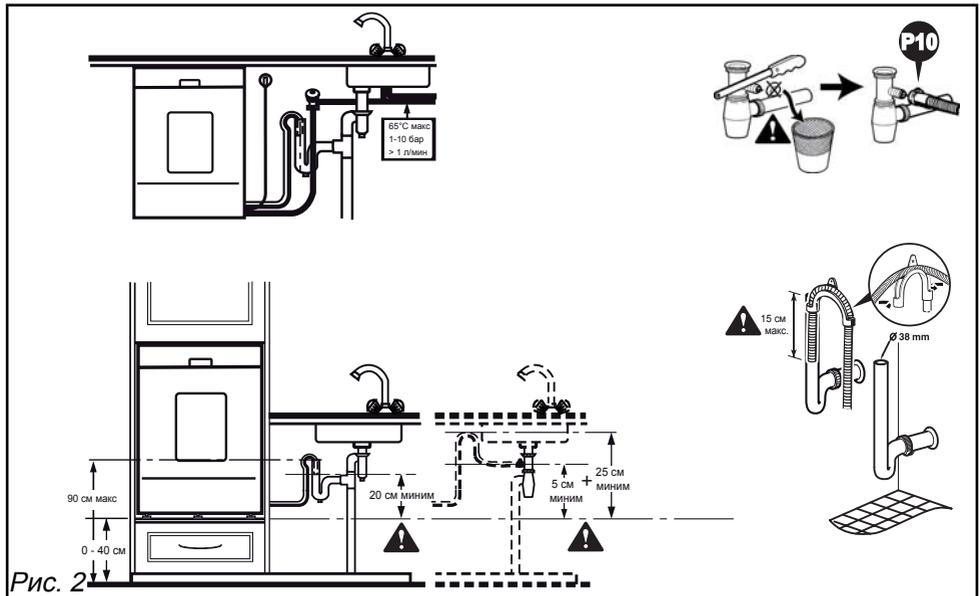

Рис. 2
• ОТКАЧКА ИСПОЛЬЗОВАННОЙ ВОДЫ (Рис. 2)